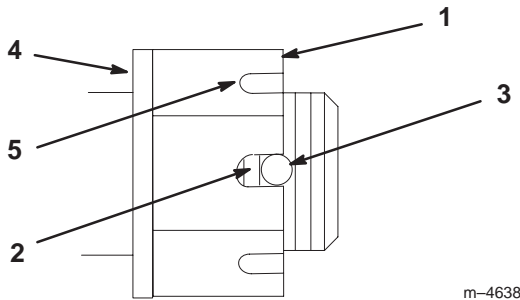

Figure 54
3. Serrez le boulon crénelé à 170 Nm (Fig. 54).
4. Contrôlez la distance entre la base de la fente de l'écrou et le bord intérieur du trou. On ne doit pas voir plus de deux filets (Fig. 54).
5. Si plus de deux filets sont visibles, enlevez l'écrou et placez une rondelle entre le moyeu et l'écrou (Fig. 54).
6. Serrez le boulon crénelé à 170 Nm (Fig. 54).
7. Serrez l'écrou jusqu'à ce que le jeu de fentes suivant soit en face du trou de l'axe (Fig. 54).